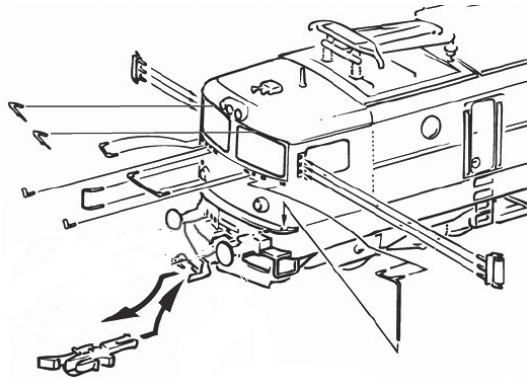
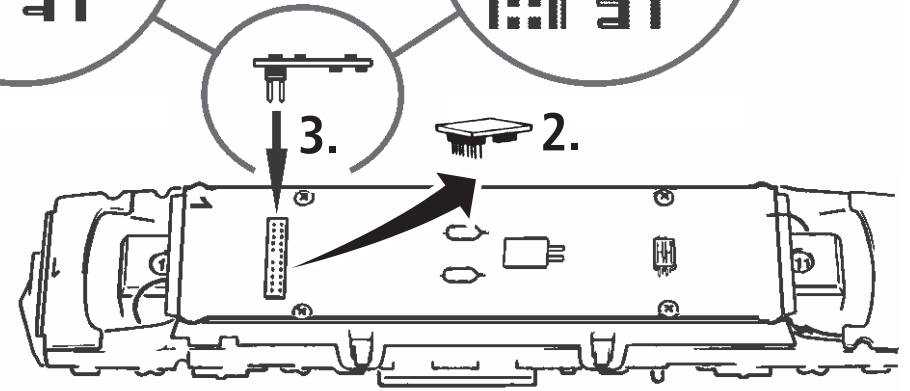

Fig. 3
Fig. 5
Mehrzugbetrieb: Zuerst Lokgehäuse abnehmen (Fig. 3). Danach den Brückenstecker aus der Schnittstelle entfernen (diesen sorgsam aufbewahren). Danach den Stecker des Decoders lagegerecht einsetzen (Fig. 5).
2. Schmierung: Versehen Sie die im Schmierplan in Fig. 9 gekennzeichneten Stellen mit nur **kleinen Öltropfen**. Dazu zuerst das Lokgehäuse abnehmen (Fig. 3). Wir empfehlen den ROCO **Öler Art.-Nr. 10906**. Fürs Schmieren der Getriebeteile (Zahnräder, Schnecke) empfehlen wir das **ROCO-Spezialfett Art.-Nr. 10905**. Im Falle der Schmierung diese Teile **nicht ölen**.
4. Kohlebürstenwechsel: Lokgehäuse abnehmen (Fig. 3). Danach wird der Motor ausgebaut und die Kohlebürsten ausgewechselt (Fig. 10).
Running in digital mode: Remove the jumper from the interface. Finally put the plug of the decoder into the interface as shown in fig. 5.
2. Lubrication: Apply **tiny oil drops** to spots marked in fig. 9. Prior to lubrication dismantle locomotive (fig. 3). We recommend using item no. **10906, ROCO oiler**. For lubrication the gearparts (e.g. cogwheels, worm) we would recommend our ROCO **special grease** (item no. **10905**).
4. Carbon Brush Changing: First remove loco body (fig. 3), and then the motor (fig. 10).
Exploitation en télécommande multi-trains: Enlevez la fiche de shuntage de l'interface (à conserver!) et enfichez finalement la fiche de décodeur aux prises de l'interface. Veillez à la position correcte de la fiche (fig. 5).
2. Graissage: N'appliquez **qu'une tout petite goutte** aux endroits indiqués par le plan de graissage (fig. 9) après avoir démonté la caisse de la locomotive (fig. 3). Nous vous recommandons **le graisseur à huile ROCO réf. 10906**. Pour graisser les engrenages (roues dentées, vis sans fin) nous vous conseillons la **graisse spéciale ROCO réf. 10905** pour engrenages en matières synthétiques. Lorsque vous utilisez cette graisse il faut éviter d'huiler ces composants.
4. Remplacement des balais du moteur: Démontez la caisse (fig. 3). Démontez ensuite le moteur et échangez le balais (fig. 10).
voir } Fig.3
1. siehe see voir } Fig.3